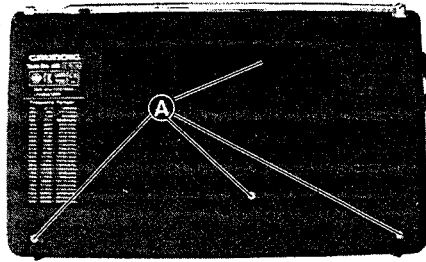

Fig.1
- 4 Schrauben **(A)** (Fig.1) herausschrauben.